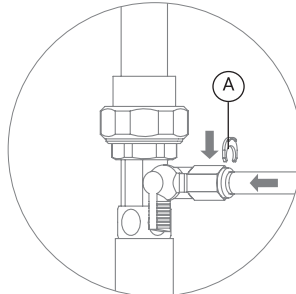

Рис. 9
2. Присоедините зеленую трубку из комплекта поставки к фитингу адаптер-вентили (см. раздел «Присоединение трубок»), (рис. 9).